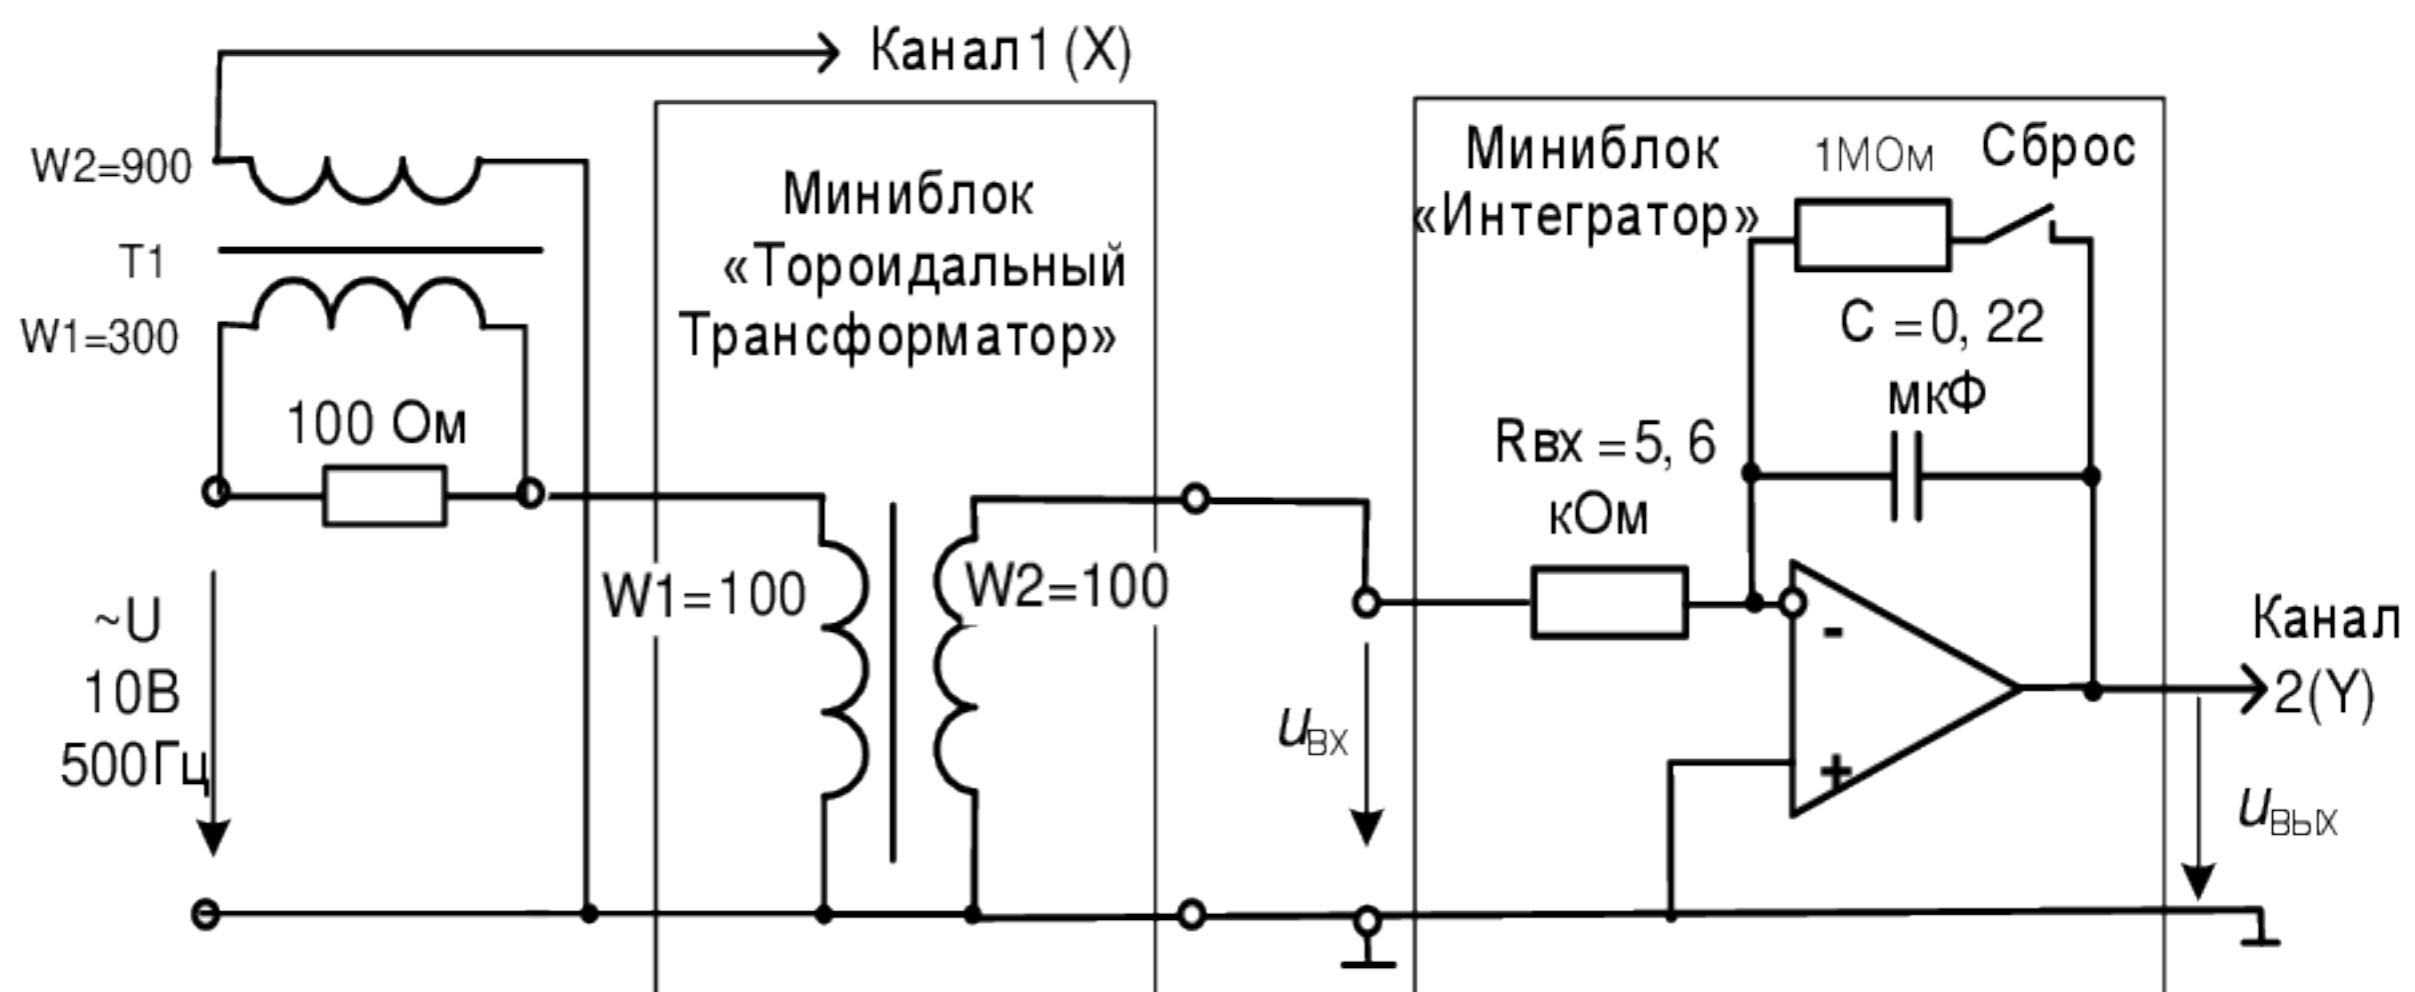

Рисунок 5.3 – Принципиальная схема для снятия петли гистерезиса
Принципиальная схема экспериментальной установки показана на рис. 5.3.
- Соедините аппаратуру в соответствии со схемой электрической соединений (рис. 5.3). *При подключении осциллографа аттенюаторы пробников-делителей установите в положение '1'. Для подключения пробников-делителей к цепи используйте подпружиненные штыри из комплекта аксессуаров.*
- Включите устройство защитного отключения и автоматический выключатель в однофазном источнике питания G1 (218).
- Рассчитайте соответствующие значения магнитной индукции, напряжённости магнитного поля и постройте график  $B(H)$  на рис. 5.3. Вычислите относительную магнитную проницаемость по двум соседним в таблице значениям: